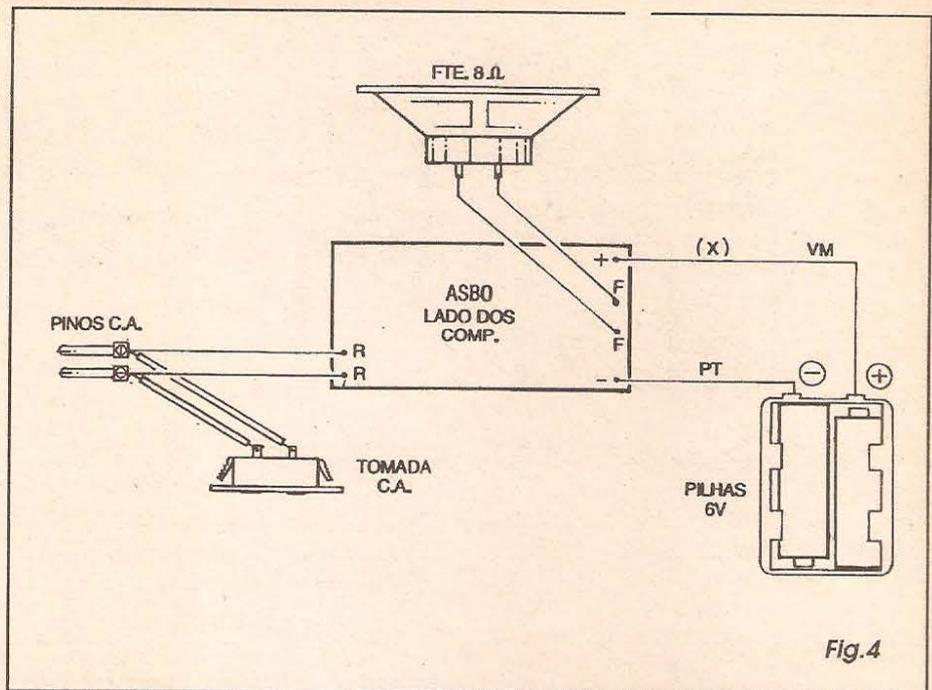

Fig.4
- **FIG. 4 - CONEXÕES EXTERNAS À PLACA** - Na sua concepção básica, as ligações externas à placa do circuito do ASBO são vistas na figura (placa ainda observada pela sua face sem cobre, como no diagrama anterior...). Atenção à polaridade das ligações dos fios provenientes do suporte das pilhas (sempre com o fio **vermelho** indicando o **positivo** e fio **preto** sinalizando o **negativo**...), aos pontos "+" e "-"... Os terminais do alto-falante,
maquinário a ser alimentado/monitorado, o LED piloto, os furinhos para a saída de som do alto-falante e - na lateral - o interruptor geral... Nessa configuração (mais elegante e profissional, como já foi dito...), a utilização é feita assim: os pinos da traseira do ASBO são ligados a uma tomada local, de 110 ou 220V, conforme o caso (não esquecendo da adequação do resistor **Rx**, conforme já explicado...) e o *rabicho* (cabo de força com plugue C.A. padrão ou específico...) do aparelho/maquinário a ser alimentado/monitorado, é ligado à tomada frontal... A partir disso, a carga está automaticamente alimentada (devido à ligação direta entre *entrada/saída* de C.A. conforme **FIG. 4...**). Acionando-se então o interruptor do ASBO, o LED piloto acenderá (e as pilhas internas serão acopladas ao circuito, colocando-o em real plantão...), indicando que o ASBO está, agora, monitorando a presença da C.A.... Um teste elementar (porém efetivo...), pode então ser feito, bastando *puxar*, momentaneamente, os pinos (da traseira) da tomada onde estavam *enfiados* simulando com isso, uma *falta de força*... Quase que instantaneamente, o sinal sonoro será emitido, bastante forte e nítido, absolutamente *não ignorável*, mesmo por quem esteja longe, e mesmo em ambiente *barulhento*...! Na *vida real*, em utilização efetiva, ao ser ouvido o sinal sonoro, naturalmente o operador ou a pessoa encarregada, imediatamente providenciará a ligação de grupos geradores, ou a energia alternativa de bancos de baterias ou fontes de *back up*, ou ainda providenciará controles manuais, mecânicos, de modo a *salvar* operações delicadas dos maquinários, que poderiam